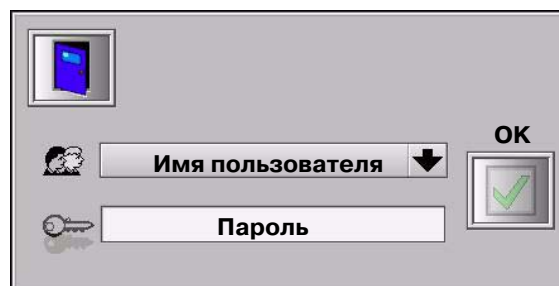

Рис. 2-4 Окно регистрации входа
2. См. рис. 2-4. Коснуться поля **Имя пользователя** и выбрать свое имя пользователя.